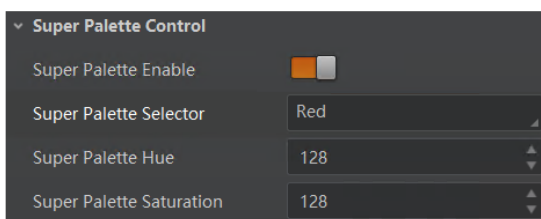

图11-12 Super Palette
3. 修改对应颜色区域的 *Super Palette Hue* 参数值及 *Super Palette Saturation* 参数值，如 图11-12 所示。